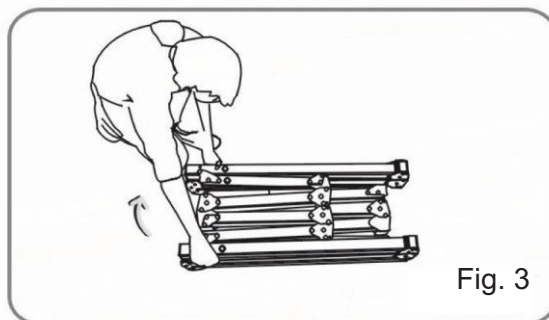

Fig. 3
1. Scoateți cadrul din valiză și puneți-l pe o suprafață plană. În primul rând, se desfășoară părțile mai mari (Fig. 3 și 4).